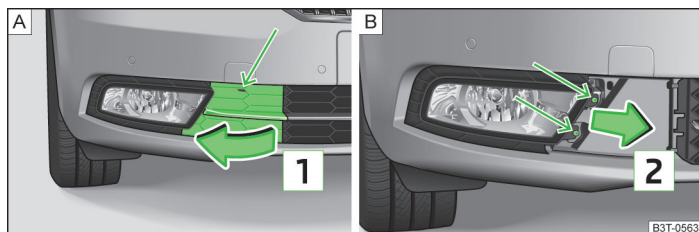

Fig. 205 Paragolpes delantero: desmontar la rejilla protectora / faro antiniebla.
- Soltar la rejilla protectora en el sentido de la flecha » fig. 205 - **A** por medio del estribo para retirar los tapacubos integrales » página 241, *Equipo de herramientas a bordo*.
- Desenroscar el faro » fig. 205 - **B** utilizando el destornillador incluido en el equipo de herramientas a bordo.
- Para un nuevo montaje, colocar el faro antiniebla en el sentido contrario al de la flecha **2** » fig. 205 - **B** y enroscar con firmeza.